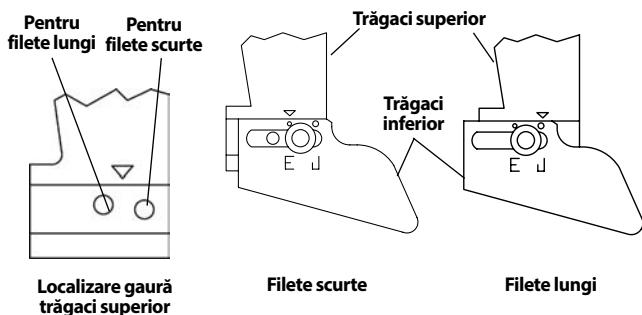

Figura 18 – Ajustarea lungimii filetelui
- Pentru filete scurte, roțiți trăgaciul de jos spre arborele mașinii. Pentru filete lungi îl roțiți departe de arbore (vezi Figura 18 – sunt reprezentate setările de fabrică). Filetele lungi sunt preferate tipic în Orientul Îndepărtat, iar filetele scurte în Europa. Le setați după dorință.